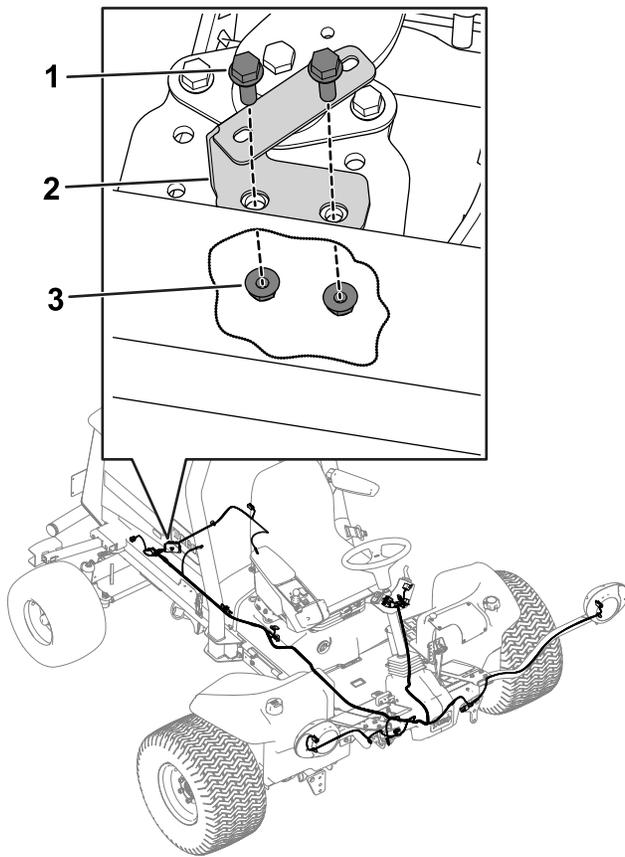

Bild 15
2. Befestigen Sie die Sicherungskasten-Befestigung mit zwei Bundbolzen (5/16" x 1") und zwei Bundmuttern (5/16") am Motorbefestigungsrahmen an der rechten Seite der Maschine (Bild 15).